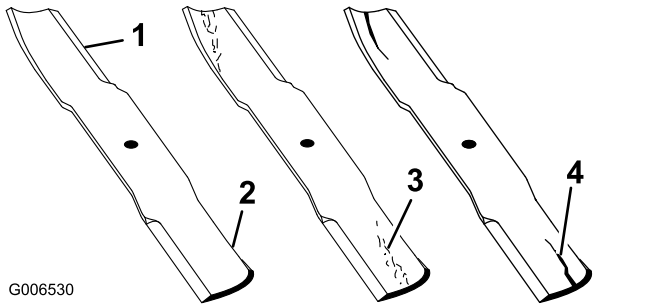

Figura 46
1. Inspeccione los filos de corte (Figura 46).
- Inspeccione las cuchillas, especialmente la parte curva (Figura 46).
Nota: Si observa daños, desgaste o la formación de una ranura en esta zona (Figura 46, 3 y 4), instale inmediatamente una cuchilla nueva.